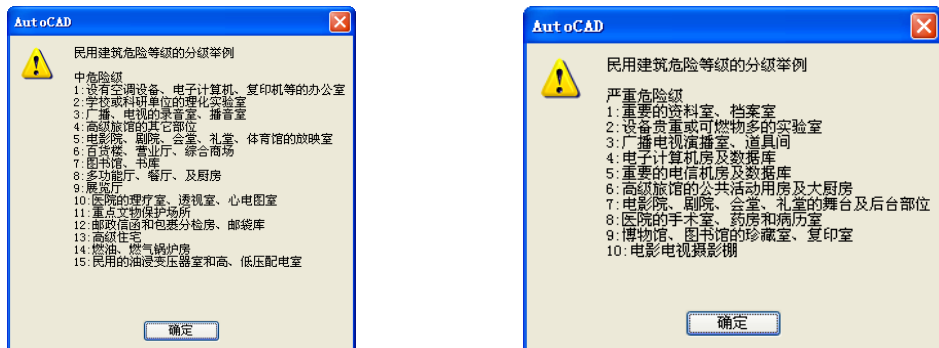

图 5-63 危险等级的相关知识介绍
- “危险等级”选项组：系统提供了三种危险等级以供选择，分别是轻危险级、中危险级、严重危险级。选定指定的危险等级，单击后面的“？”按钮，都可弹出关于该类危险等级的相关知识介绍。如图 5-63 所示为选定“中危险级”“严重危险级”选项后，单击“？”按钮所弹出的【AutoCAD】信息提示对话框。选定其他两类危险等级，单击“？”按钮也可弹出相应的提示对话框。